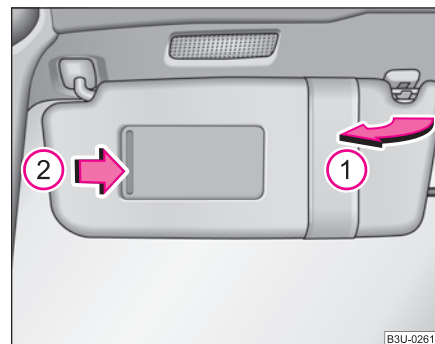

Fig. 47 Parasolarele: Rabatarea
Parasolarul conducătorului și al pasagerului din dreapta pot fi scoase din suporturi și îndreptate către uși ① ⇒ fig. 47.